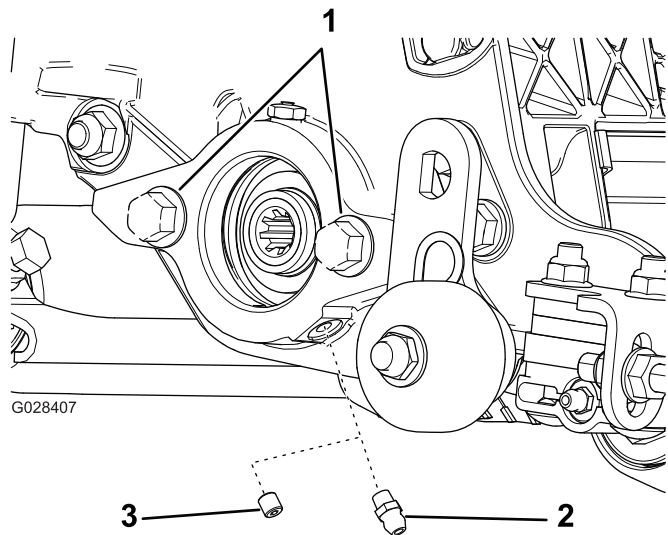

图 5
1. 拆下并丢弃滚刀马达侧板上的固定螺丝图 5。
2. 安装直通黄油嘴 图 5。
3. 如果滚刀马达侧板上没有螺栓请安装 图 5。
切根刀可安装到主机上 5 个位置中的任一个。图 5 显示了各位置的驱动马达方向。对于需要将马达安装到切根刀右端的任一位置请将配重块安装到切根刀的左端。对于需要将马达安装到左端的位置请将配重块安装到切根刀的右端。